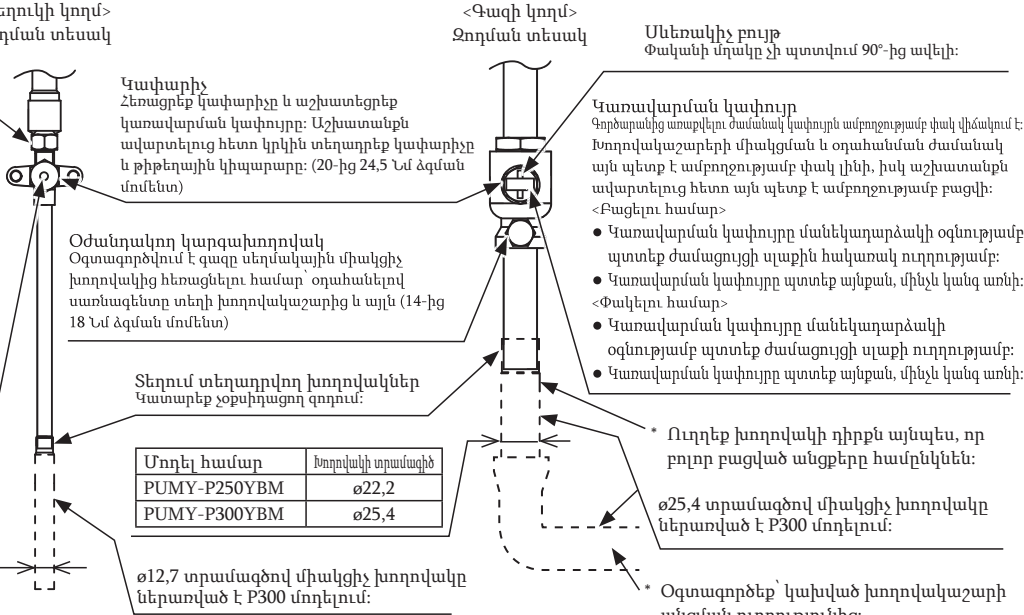

Fig. 4-13
4.5.2. Խողովակաշարի միակցումը և փականի աշխատեցումը (Fig. 4-13)